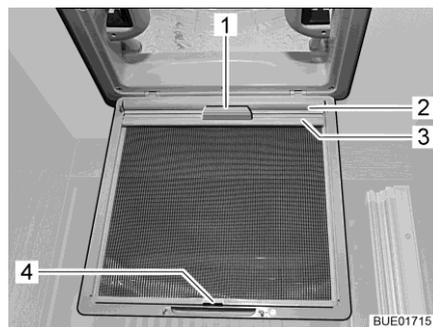

Fig. 100 Persiana oscurecedora enrollable (claraboya)
- Extraer la persiana oscurecedora enrollable (Fig. 100,2) por el tirador (Fig. 100,1) y enganchar el listón de sujeción (Fig. 100,3) en el gancho (Fig. 100,4) en la protección contra insectos.
- Desenganchar el listón de sujeción (Fig. 100,3) del gancho (Fig. 100,4) y regresar la persiana oscurecedora enrollable (Fig. 100,2) lentamente por el tirador (Fig. 100,1).